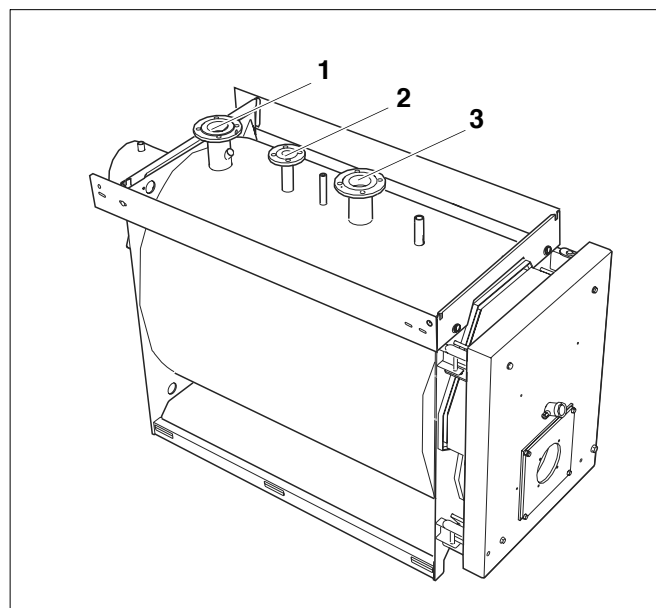

Fig. 17: Cazan de încălzire Logano S637
- Racordați returul sistemului de încălzire la racordul de retur al cazanului (fig. 17, poz. 3).